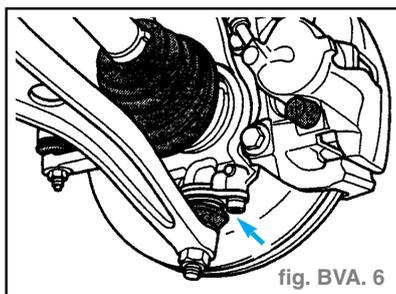

fig. BVA. 6
- Braquer la direction vers la droite et tirer l'arbre à bride (B).
- Défaire l'assemblage par vis gauche (flèche) entre le carter de roulement de roue et la rotule d'essieu inférieure. (fig. BVA. 6)